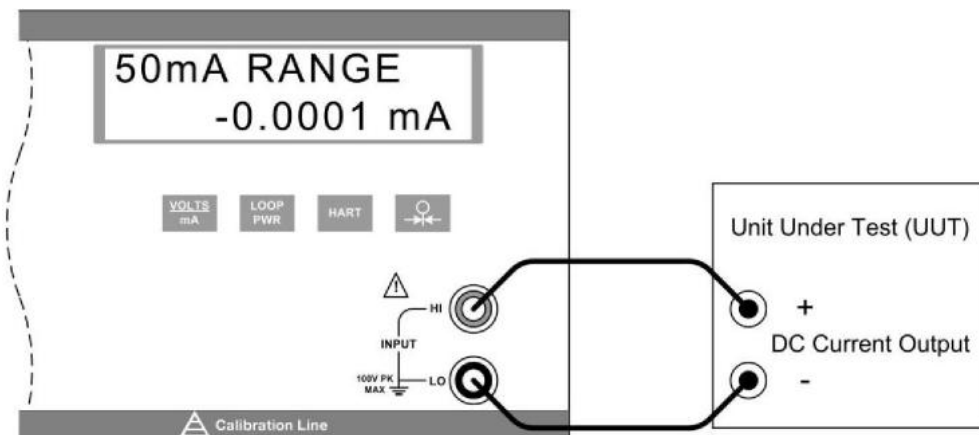

图 18 - 隔离直流电流输入连接
- 将待测试设备连接到 CED 7000 的隔离电压/电流输入端子，如图 18 所示。